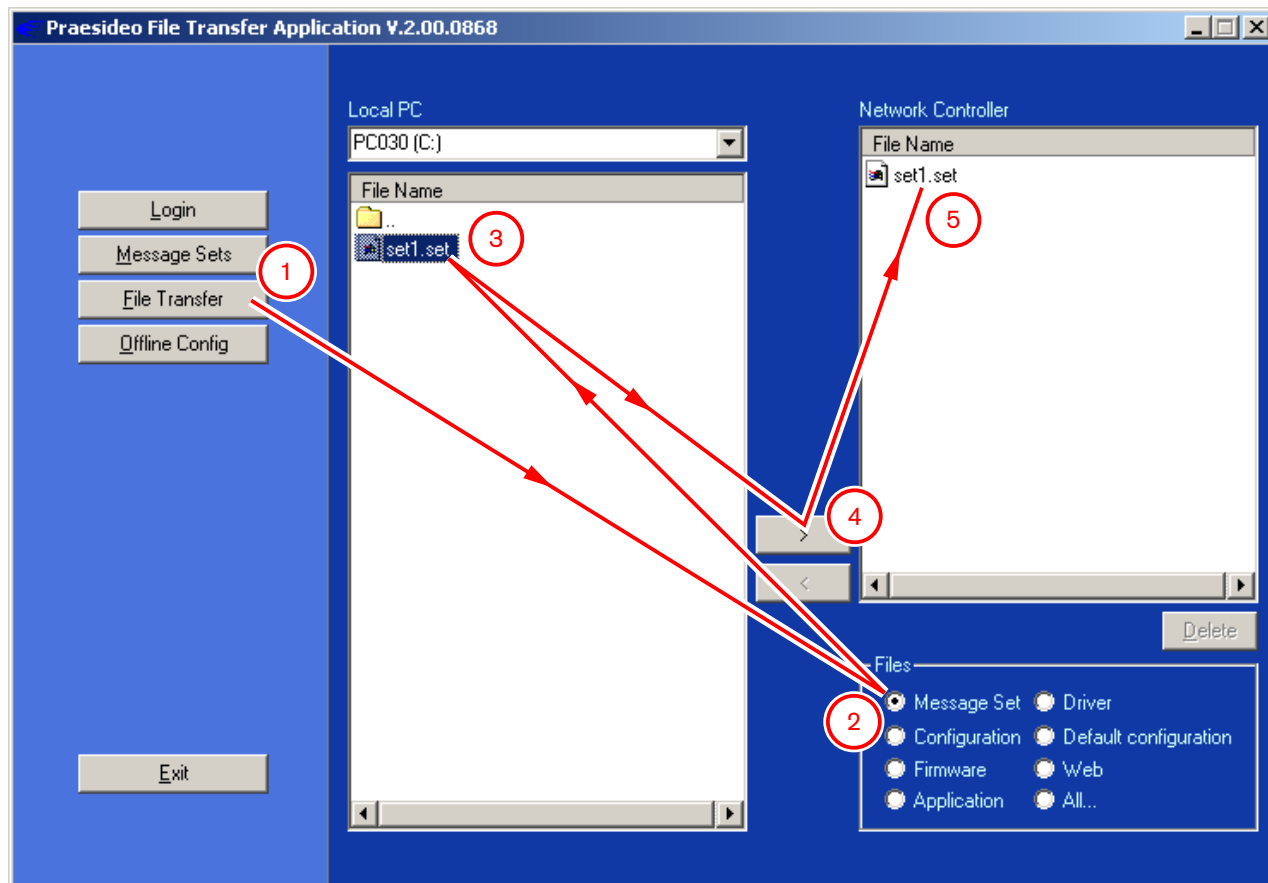

figura 33.10: Trasferimento di una serie di messaggi
- 1 Nell'applicazione *File Transfer*, fare clic sul pulsante *File Transfer*. Appare una schermata simile a quella in figura 33.10.